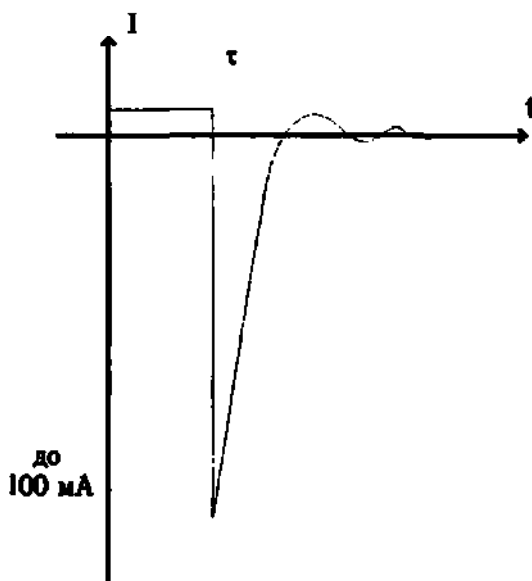

рис. 3. Биполярный импульс тока
Каждый импульс тока представляет собой ассиметричный биполярный импульс с нулевой постоянной составляющей (см. рис. 3). Длительность импульса тока (τ) по уровню 0.5 от максимальной амплитуды составляет 50 - 250 мкс. Амплитуда (величина) импульса тока устанавливается регулятором силы тока от 0 до 100 мА.
- при начале движения величина энергии, генерируемая по каналам, составляет 35 % от установленных величин (ранее оттестированных) для недопущения неприятных ощущений у пациента. При помощи программной кнопки **Общий уровень - Total Gain** необходимо пропорционально увеличить энергию стимуляции для достижения необходимых сенсорных ощущений пациента. Во время движений пациент может самостоятельно увеличивать или уменьшать общее усиление энергии по каналам при помощи кнопки **ЭНЕРГИЯ** (см. рис. 3), расположенной на электростимуляторе.